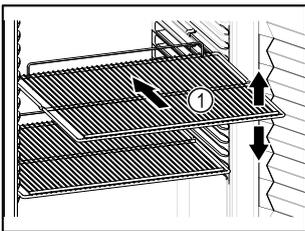

Fig. 18 Beispielhafte Darstellung
- Wenn Abstellroste Fig. 18 (1) versetzbar sind, je nach Höhe anpassen.